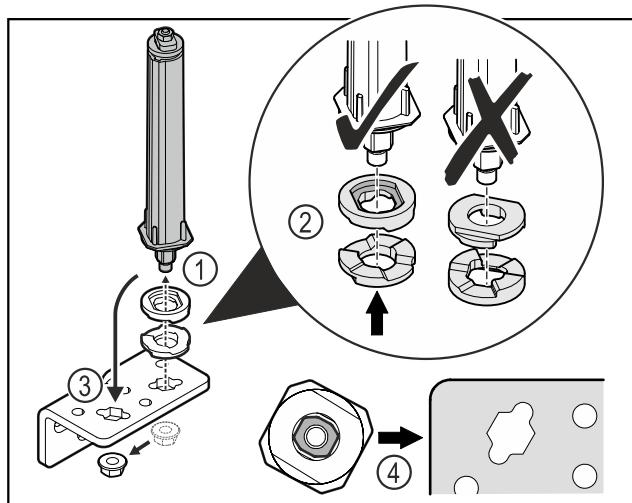

Fig. 31
- Mutter lösen und Türschließsystem entfernen Fig. 31 (1).
- Auf die korrekte Ausrichtung der Höhenverstellscheiben achten Fig. 31 (2).
- Türschließsystem im Scharnierwinkel umsetzen und mit der Mutter fixieren Fig. 31 (3).
- Beim Einsetzen auf die korrekte Ausrichtung des Türschließsystems achten Fig. 31 (4).